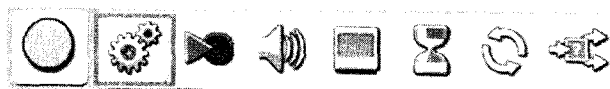

Рис. 38. Группа **Основной** в полной палитре
4. В группе **Основной** выберите блок **Движение** (рис. 38) и перенесите блок на коммутатор действий.